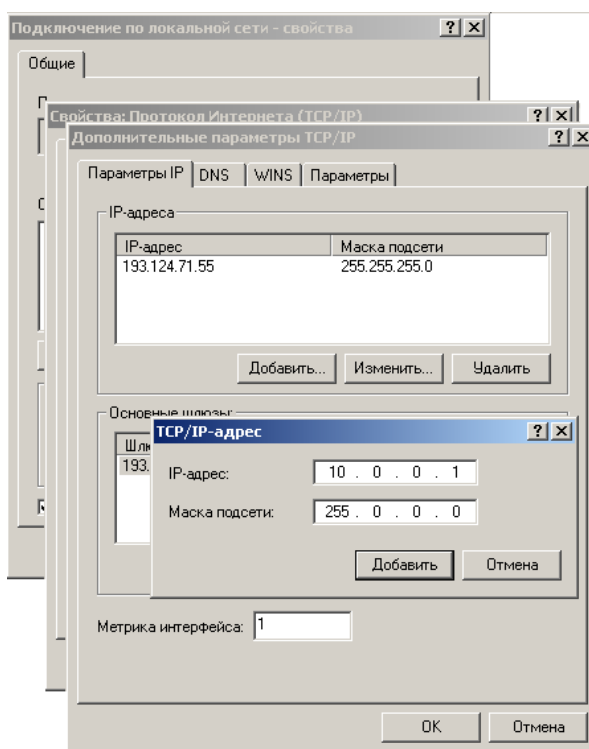

Рис. 4. Добавление нового IP-адреса
1. Добавьте (см. Рис. 4) новый IP-адрес на сетевой интерфейс Вашего персонального компьютера с установленным ПО PERCo-S-20. Или измените существующие IP-адреса.